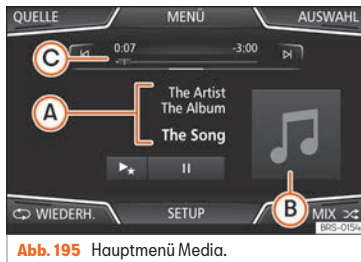

Abb. 195 Hauptmenü Media.
- Drücken Sie die Infotainment-Taste **MEDIA** / **⏮** » » **Abb. 172** **Ⓛ**, » » **Abb. 173** **Ⓛ**, um das Hauptmenü *Media* » » **Abb. 195** zu öffnen.
Die derzeit gespielte Mediaquelle wird beim Drücken der Funktionsfläche **QUELLE** » » **Abb. 195** im Pull-down-Menü angezeigt.
Titelwechsel im Media-Modus oder schneller Vorlauf/Rücklauf » » **Abb. 195**.